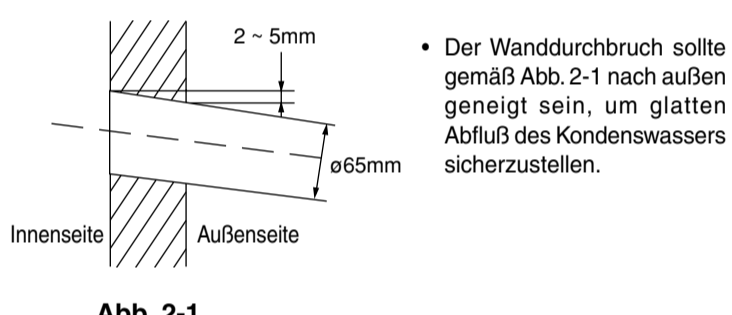

Abb. 2-1
- Der Wanddurchbruch sollte gemäß Abb. 2-1 nach außen geneigt sein, um glatten Abfluß des Kondenswassers sicherzustellen.